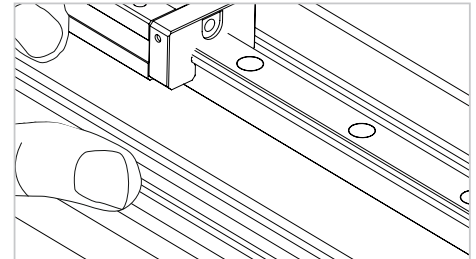

Fig. 9
- 8) Retirer le ou les patins à changer (fig. 9). Pour monter un patin, réaliser ces opérations dans l'ordre inverse.